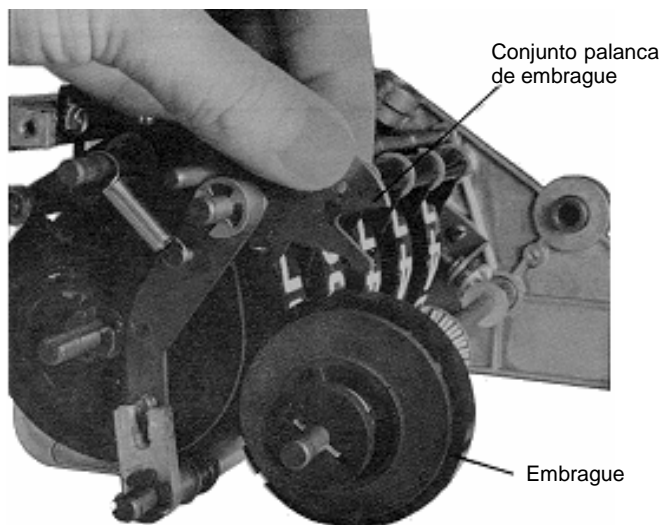

Figura 7. Desmontaje conjunto embrague
b. Desplazar el conjunto palanca de embrague. Así se libera el embrague. Ver figura 7. Retirar el conjunto eje de embrague. Ver párrafo C, 1 relativo al cambio de piezas.